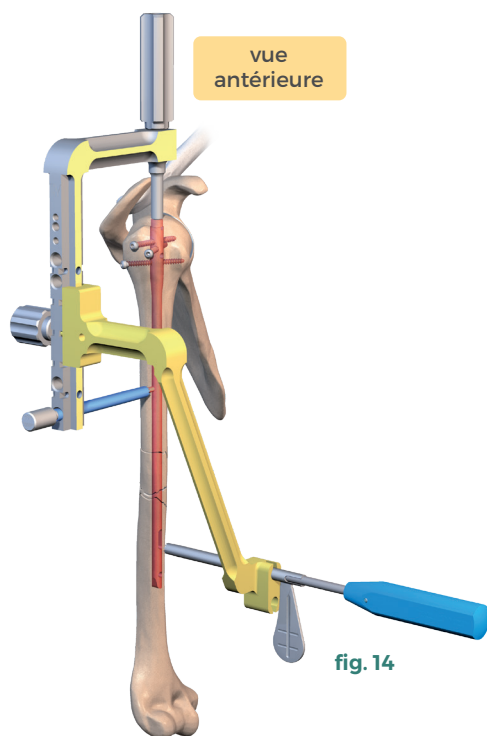

fig. 14
- Insérer le canon guide mèche à bout mousse de diamètre 3,1 mm (**réf. 270 822**) dans le canon de visée (**réf. 253 678**), au contact de la corticale en vérifiant l'absence de contrainte des parties molles sur le canon (**fig.14**).